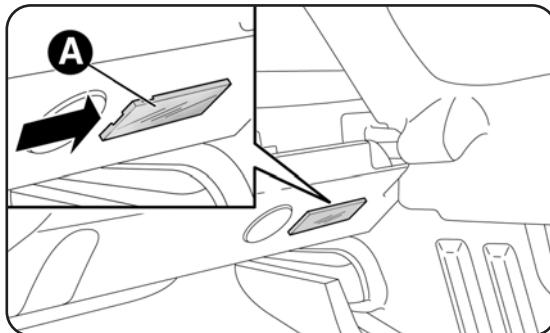

fig. 33
- ouvrir le coffre et extraire le plafonnier A-fig. 33 en utilisant le point indiqué par la flèche;
- remonter le plafonnier A-fig. 33 en l'engageant dans la bonne d'abord d'un côté et ensuite en poussant sur l'autre côté jusqu'au déclic de blocage.